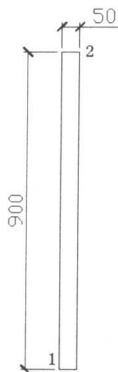

图 1-2 绘制矩形
(1) 使用【矩形】工具,绘制一个长为 50, 宽为 900 的矩形,如图 1-2 所示。
指定第一个角点或 [倒角 (C) /标高 (E) /圆角 (F) /厚度 (T) /宽度 (W)]: (在绘图区的任意处单击鼠标左键,如图 1-2 中的点 1)